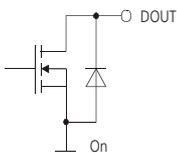

Fig. 7 Open Drain Ausgang Transistor leitend.
Das DLS-A(H) wird mit zwei digitalen Ausgängen ausgeliefert (DO 1 und DO 2). Ein dritter digitaler Ausgang ist fest zugewiesen um mögliche Gerätefehler zu Signalisieren (DO E). Es handelt sich dabei um Open Drain Ausgänge wie in Bild 7 ersichtlich. Diese können Lasten bis 200mA treiben. Im 'Ein'-Zustand, ist der FET